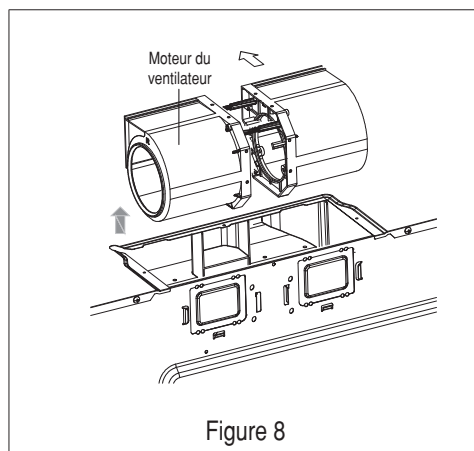

Figure 8
- Soulevez le ventilateur et retirez-le de l'emplacement de montage. Voir la figure 8.
A-1 Moteur de ventilation. Voir la section B, étapes 1 et 2 pour accéder au moteur du ventilateur. Voir également la figure 8.